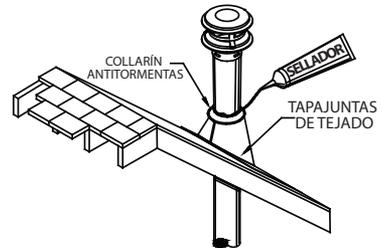

Figura 9
I. Para terminar, aplique sellador no endurecedor impermeable en el lugar en el que el collarín antitormentas se une con la ventilación y el tapajuntas; deslice el collarín antitormentas hacia abajo hasta que se apoye sobre el tapajuntas de tejado (**Figura 9**). Sujetando la base del tapón, gire con firmeza para bloquear el tapón de terminación vertical sobre la sección de tubería